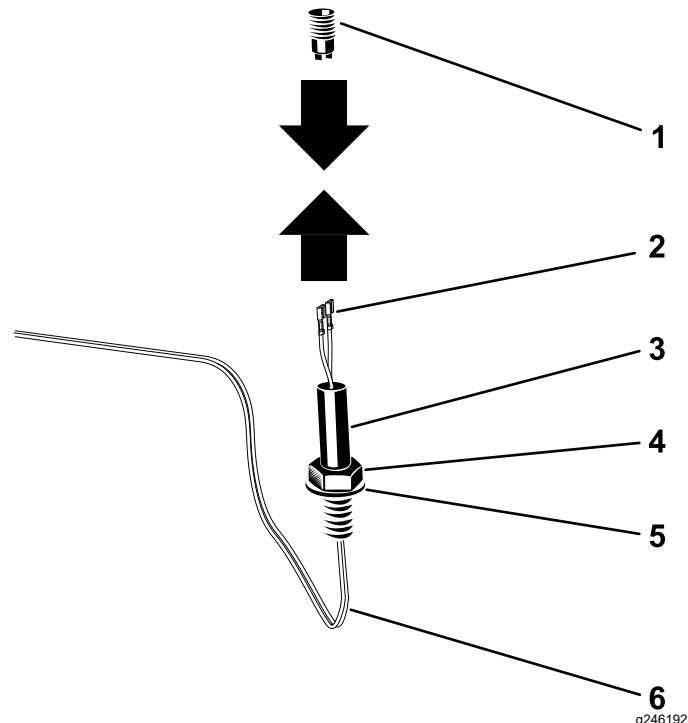

図 6
3. ワイヤハーネスをナット、ワッシャー、ビーコンソケットの上を通して配線します。端子をビーコンコネクタ 図 6 に接続します。